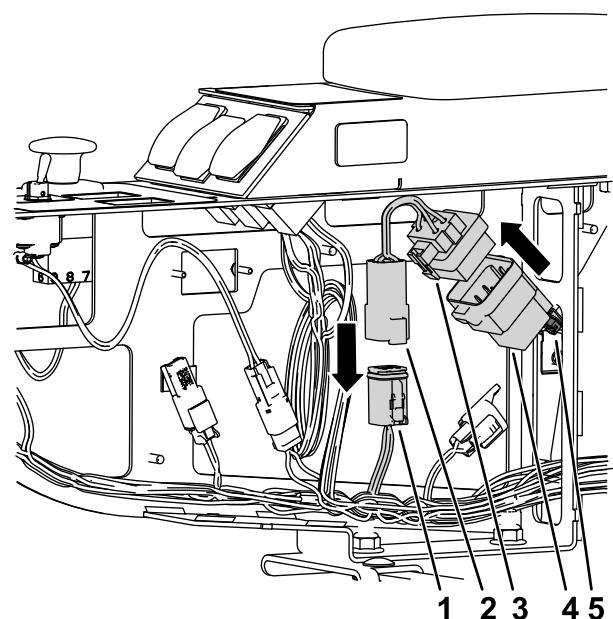

Рисунок 24
10. Подсоедините реле и жгут проводов реле к жгуту проводов машины, как показано на Рисунок 24.